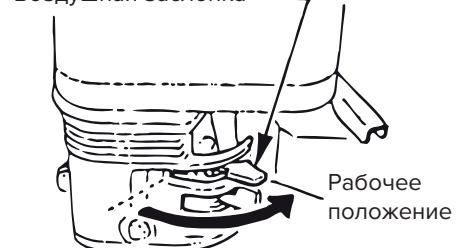

Рис.7
5. После пуска двигателя верните рычаг регулятора в положение минимальных оборотов. Постепенно верните воздушную заслонку в открытое положение (рис. 7).